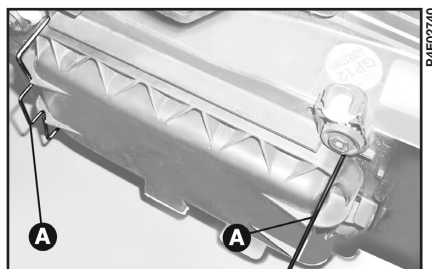

рис. 13
1) Нажав на язычок **А** (рис. 13), снимите крышку.